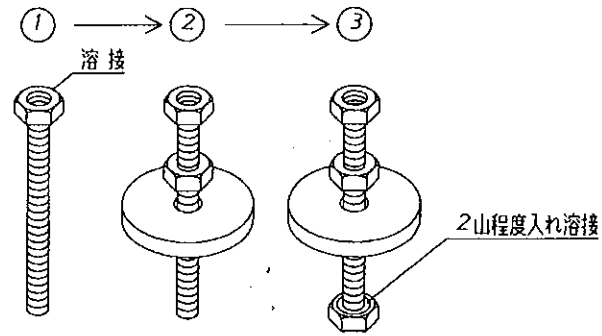

図20-2
- ※本「シャフト抜き」は当社で販売いたしております。(図20-2)